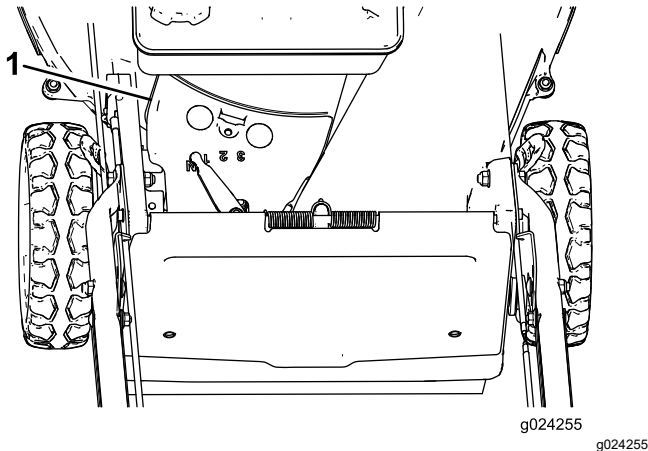

Figura 32
3. Retire la cubierta de la correa (Figura 32).